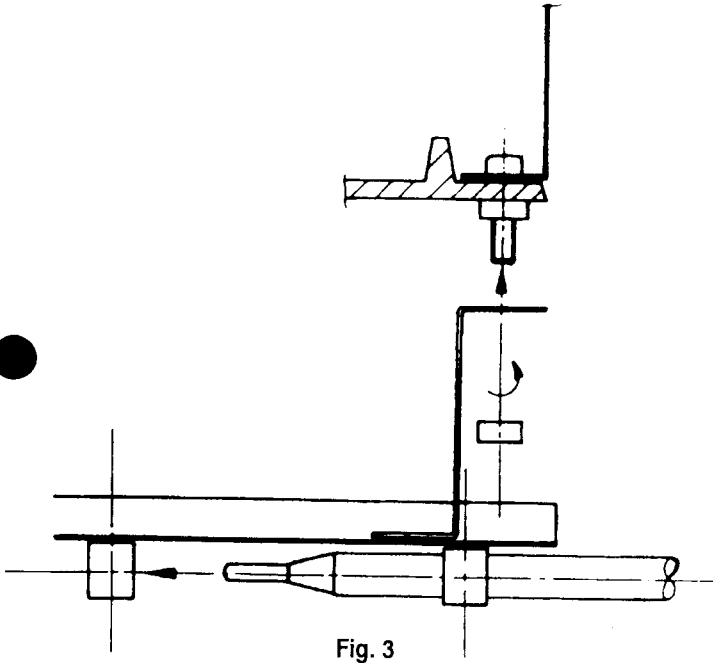
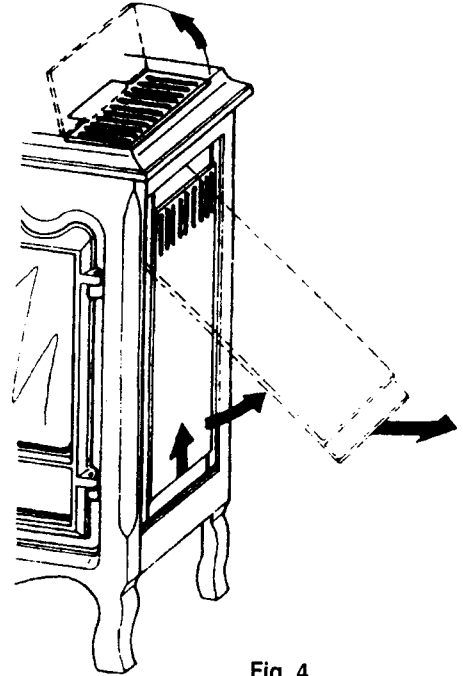

Fig. 3
Fig. 4
- Soulever la grille d'accès à la manette gaz (Fig. 4).
- Lift the lid on top of the stove for access to the controls (Fig. 4).
- Placer le déflecteur sous l'appareil et faire coïncider les pattes de fixation avec les 4 vis visibles, fixer en utilisant les écrous fournis (Fig. 3).
- Put the baffle under the stove so that its fixture holes face the four visible screws and fasten with the nuts supplied (Fig.3).
- Déposer le côté droit de l'appareil (Fig. 4) puis dérouler soigneusement le capillaire et placer le bulbe sous le déflecteur dans les clips prévus à cet effet (Fig. 3).
- Remove the stove's right side (Fig. 4), unroll the wire very carefully and put the bulb under the baffle into the clips (Fig.3).